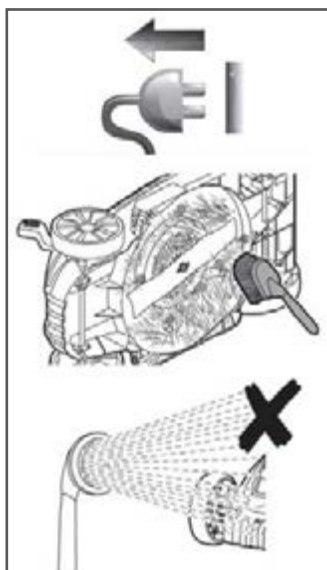

Рис. 15 Обслуживание деки
2. Поверните газонокосилку на бок и щеткой с мягкой щетиной очистите нож и внутреннюю поверхность деки (Рис. 15).